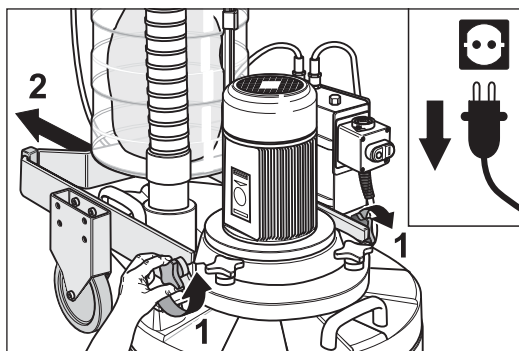

Abb. 58 Die beiden Kreuzgriffe am Maschinengehäuse lösen (1) und das Fahrgestell waagrecht nach hinten weggefahren (2).
- 5 Lösen Sie die beiden seitlichen Kreuzgriffe am Maschinengehäuse (Abb. 58, 1) und fahren Sie das Fahrgestell waagrecht nach hinten weg (Abb. 58, 2).